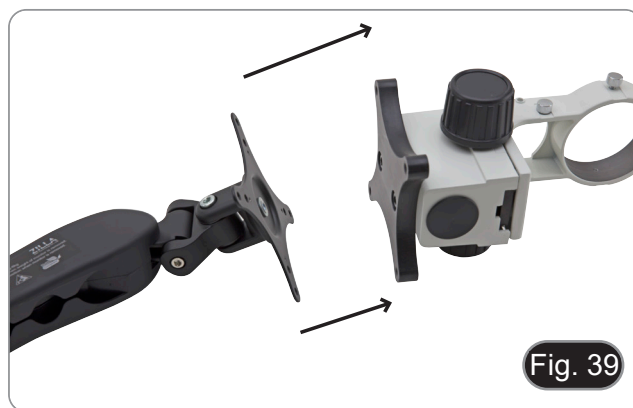

Fig. 39
10. Monte el sistema de foco en el brazo, utilizando los tornillos y la llave Allen suministrados. (Fig. 39)